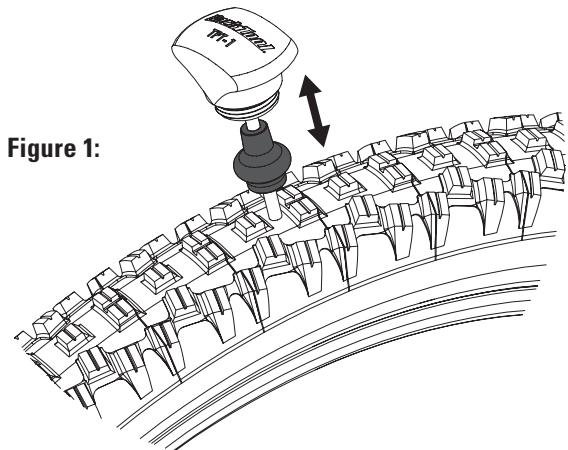

Figure 1:
3. Insert tool into puncture and ream damaged area by pushing knurled section of fork back and forth through puncture (Fig. 1).
3. Führen Sie das Werkzeug in die Reifenpanne ein und reiben Sie den beschädigten Bereich auf indem Sie den gerändelten Teil der Gabel durch die Reifenpanne vor und zurück schieben (Abb. 1).
3. Insérer l'outil dans la crevaison et aléser légèrement la zone abimée en coulissant la partie strié d'avant en arrière dans la crevaison (Fig. 1).
3. Inserte la herramienta en la perforación y escarie el área dañada empujando la sección moleteada de la horquilla hacia adelante y hacia atrás a través de la perforación (Fig. 1).